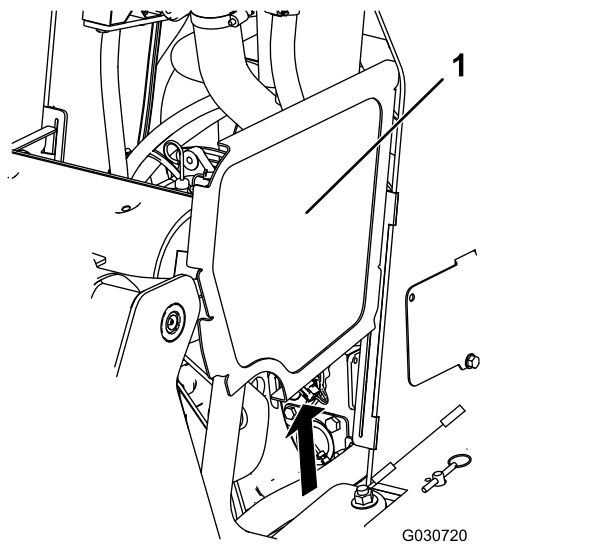

Figura 35
2. Fate scorrere le griglie laterali (Figura 35) verso l'alto e al di fuori delle fessure nella griglia e nel telaio anteriori.